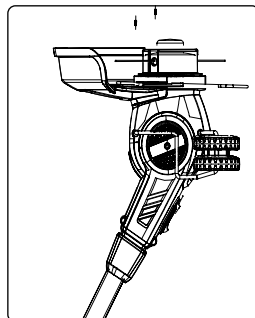

Рис. 4
- Зафиксируйте кожух двумя винтами, входящими в комплект поставки. (Рис. 4).
- Установите дополнительную рукоятку как показано на Рис. 4.